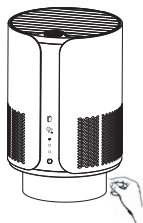

Рис. 2
- Выньте из корпуса очистителя воздуха (5) фильтр (2) (рис. 2).